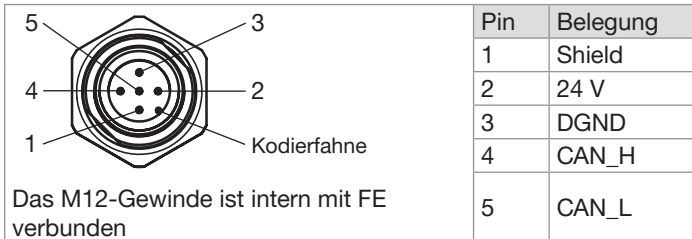

Fig. 17: büS/CANopen MFM, büS/CANopen MFC: Anschlussbelegung, 5-poliger M12-Stecker (A-codiert)
- Jeden Leiter in den entsprechenden Stift einsetzen. Siehe Fig. 17.